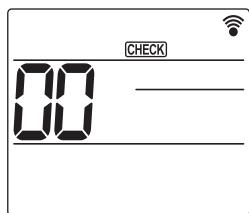

Fig. 7-8
- ① Включите питание блока как минимум за 12 часов до тестового прогона.
- ② Нажмите и удерживайте кнопку **[MENU]** в течение 5 секунд. (Fig. 7-8)